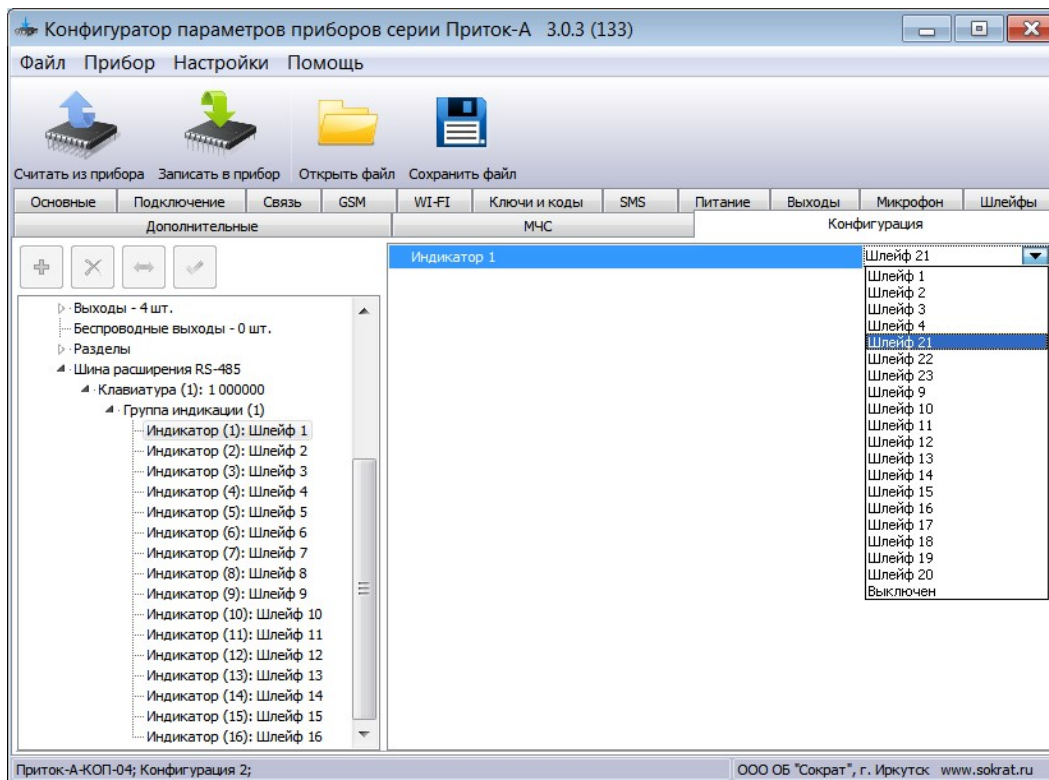

Рисунок 5
2. В поле **«Группа индикации»** → **«Индикатор (1)»**: из выпадающего меню выбрать шлейф, начиная с которого будут отображаться последовательно 30 шлейфов (см. Рисунок 5);
4. Для приведенного примера (см. Рисунок 5) МИ-30 будет отображать состояние шлейфов с 21 по 50 включительно;